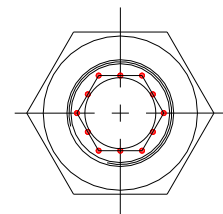

Figura 24: Punti di regolazione
- 9) Successivamente, girare uniformemente la vite di regolazione per molla a tazza (componente 3.4) in senso orario, per il numero dei punti di regolazione (max. 3 punti di regolazione), secondo il diagramma di regolazione (diagramma 12). Un giro corrisponde a 12 punti di regolazione (figura 24).
Un giro della vite di regolazione per molla a tazza (componente 3.4) corrisponde a 12 punti di regolazione (figura 24).